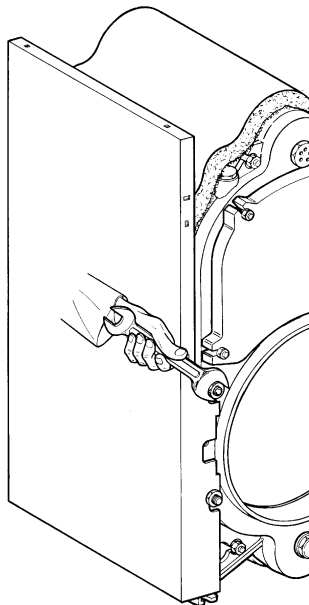

Рис. 13
4.09 (Рис. 13) Ослабить гайки 1 на левой стороне котла, установить левую боковину, при этом проушины должны попасть в правильное положение. После этого затянуть гайки 1.